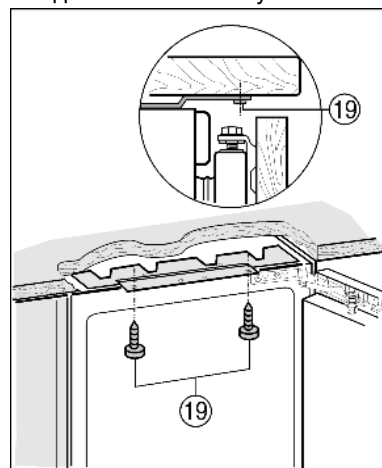

Fig. 15
- ▶ Прикрутите сверху с помощью длинных винтов для ДСП Fig. 15 (19).